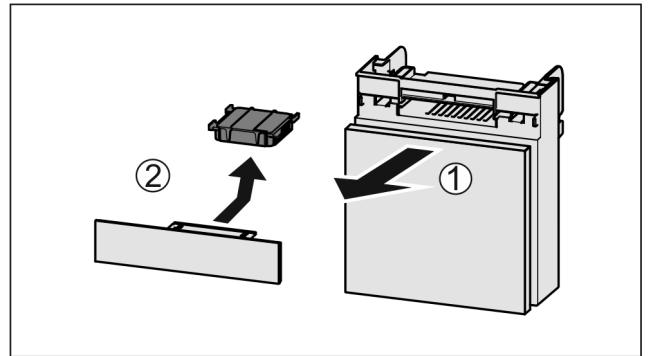

Fig. 242
- ▶ Húzza ki Fig. 242 (1) előrefelé a rekeszt.
- ▶ Vegye ki az aktív szén-szűrőt Fig. 242 (2).